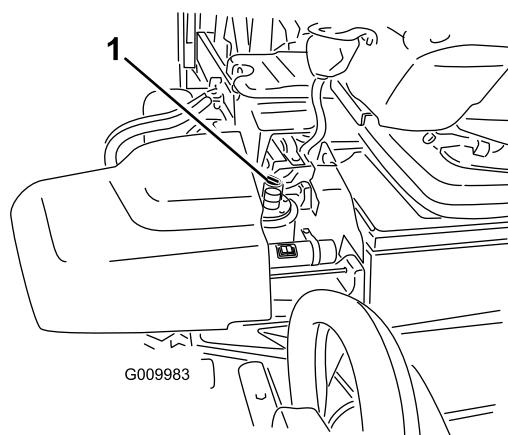

Figura 17
- Limpe a zona em redor do tubo de enchimento e da tampa do depósito hidráulico (Figura 17). Retire a tampa do tubo de enchimento.